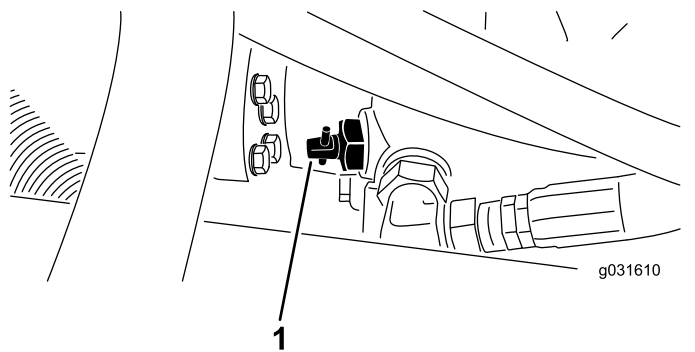

Figura 31
1. Localice la válvula de desvío en la bomba (Figura 31) y aflójela girándola 90° (1/4 de vuelta).